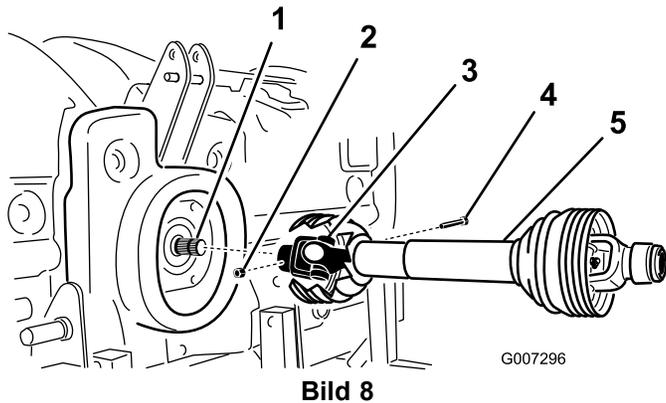

Bild 8
2. Befestigen Sie die Zapfwelle mit einer 1/2 x 3,00 Zoll Schraube und einer 1/2 Zoll Mutter an der Getriebeeingangswelle (Bild 8).